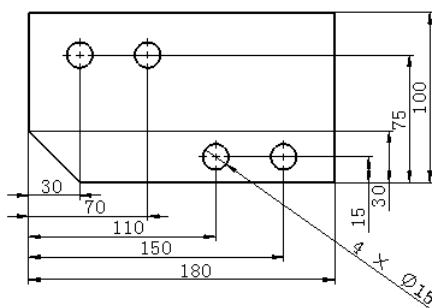

图 9.5.1 自动生成尺寸
“自动标注尺寸”命令可以一步生成全部的尺寸标注，如图 9.5.1 所示。下面介绍其一般操作步骤。
- ☒ **基准** 选项：以基准尺寸的方式标注尺寸，如图 9.5.1 所示。